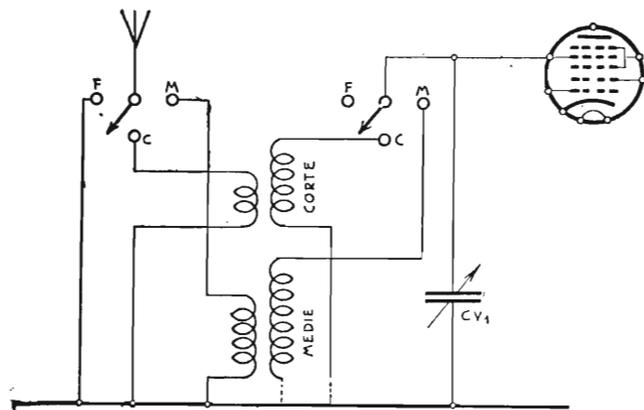

Fig. 9.12. - Come agisce il commutatore di gamma d'onda.
La fig. 9.12 ne indica il principio di funzionamento. Sono presenti nello schema due sezioni del commutatore, ciascuna a tre vie: fono (F), corte (C) e medie (M). Quando il commutatore viene ruotato nella posizione *Fono*, l'antenna viene messa direttamente a terra, per impedire che alla riproduzione fonografica si aggiunga quella radiofonica.